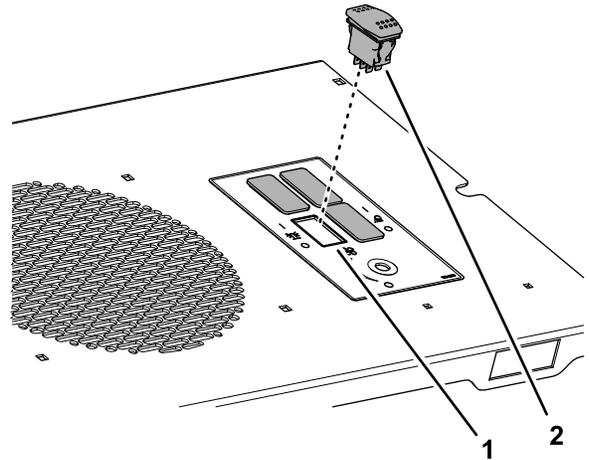

**Figura 11**
6. Rimuovete il tappo dall'apertura interruttore della luce di segnalazione sul pannello interruttori (Figura 11).